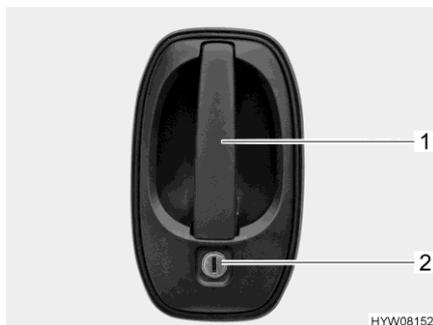

Fig. 38 Cerradura de la puerta (puerta del conductor / puerta del habitáculo en el exterior)
- Introducir la llave en el cilindro de cierre (Fig. 38,2) y girarla hasta que esté desbloqueada la cerradura de la puerta.
- Tirar del tirador de la puerta (Fig. 38,1). La puerta está abierta.
- Introducir la llave en el cilindro de cierre (Fig. 38,2) y girarla hasta que esté bloqueada la cerradura de la puerta.